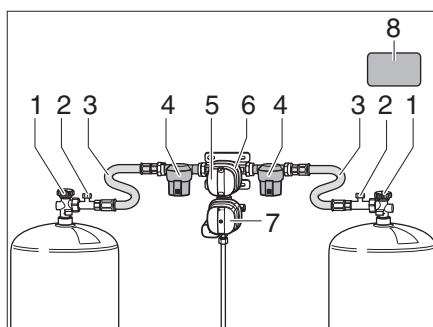
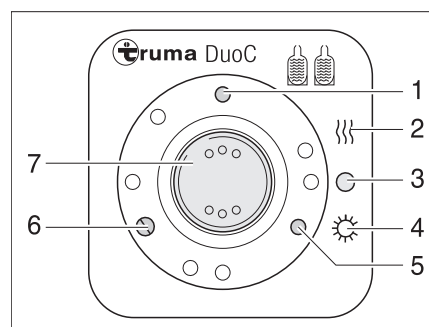
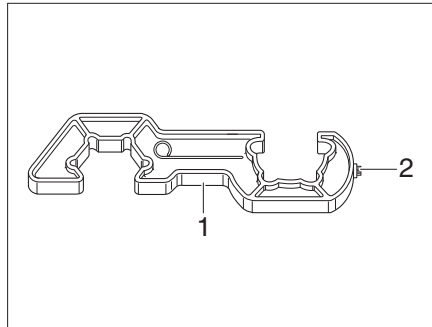
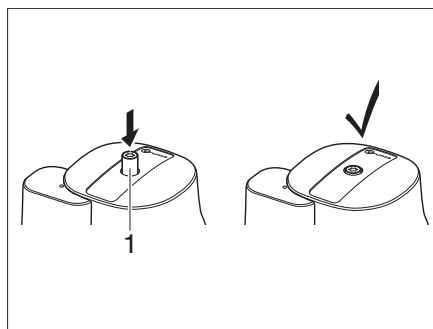

Fig. 233 Impianto di commutazione DuoControl
Fig. 234 Centralina di controllo
Fig. 236 Strumento ausiliario
Fig. 237 Sensore di crash
L'impianto di commutazione DuoControl è costituito da una valvola commutatrice (Fig. 233,6) e dalla centralina di controllo (Fig. 234). La valvola commutatrice è montata tra i tubi flessibili ad alta pressione (Fig. 233,3). Con la manopola (Fig. 233,5) sulla valvola commutatrice è possibile stabilire, quale delle bombole del gas viene utilizzata come bombola in uso e quale bombola del gas viene utilizzata come bombola di riserva.
La valvola commutatrice (Fig. 233,6) è munita dell'impianto antighiaccio EisEx. In questo modo si possono evitare guasti nell'impianto del gas in inverno.
A monte della valvola commutatrice si trova su ogni lato un filtro del gas (Fig. 233,4) che protegge l'impianto del gas dall'olio e dalle impurità.
Sulla centralina di controllo (Fig. 234) possono essere gestite solo le funzioni elettriche. Le valvole principali di arresto (Fig. 233,1) delle bombole del gas devono essere aperte manualmente.
La valvola commutatrice garantisce una pressione del gas costante, indipendentemente da quale bombola provenga l'alimentazione del gas. Le due spie di controllo della centralina di controllo segnalano il livello della bombola in uso. Se la spia di controllo verde (Fig. 234,6) è accesa, la bombola in uso è piena. Se la spia di controllo rossa (Fig. 234,5) è accesa, la bombola in uso è vuota. In questo caso il gas viene fornito dalla bombola di riserva.
- Aprire le valvole principali di arresto (Fig. 233,1) delle bombole del gas.
- Con la manopola (Fig. 233,5) sulla valvola commutatrice (Fig. 233,6) selezionare la bombola del gas da cui proviene la principale alimentazione del gas (bombola in uso).
- Portare l'interruttore a bilico (Fig. 234,7) in posizione "O" (Fig. 234,3). La spia di controllo gialla (Fig. 234,1) si spegne.
- Chiudere le valvole principali di arresto (Fig. 233,1) delle bombole del gas.
Le spie di controllo sulla centralina di controllo (Fig. 234,5 e 6) segnalano all'interno del veicolo se la bombola del gas in uso è pronta.
Se la spia di controllo verde (Fig. 234,6) si spegne durante il funzionamento e la spia di controllo rossa (Fig. 234,5) si accende, la bombola del gas selezionata come bombola in uso è vuota e deve essere sostituita. La bombola di riserva continua ad alimentare le utenze a gas.
- ▶ Per avvitare e svitare i tubi flessibili ad alta pressione, utilizzare lo strumento ausiliario (Fig. 236,1). Esso garantisce la necessaria coppia di serraggio e impedisce che l'uso di utensili errati danneggi collegamento a vite.
- Chiudere la valvola principale di arresto (Fig. 233,1) della bombola del gas vuota.
- Svitare il tubo flessibile ad alta pressione (Fig. 233,3) dalla bombola del gas per mezzo dello strumento ausiliario (Fig. 236).
- Collegare la bombola del gas piena al tubo flessibile ad alta pressione (Fig. 233,3).
- Aprire la valvola principale di arresto (Fig. 233,1) della bombola del gas.
- Posizionare con un mezzo giro la manopola (Fig. 233,5) sulla valvola commutatrice (Fig. 233,6) in modo tale che la bombola del gas appena sostituita serva da bombola di riserva.
- Premere il pulsante (Fig. 233,2) del dispositivo antirottura del tubo flessibile ad alta pressione per attivarlo.
- Eventualmente premere il pulsante di reset (Fig. 237,1) del sensore di crash.
- ▶ Osservare l'etichetta di sicurezza (Fig. 233,8) applicata nel vano portabombole.
- Con il Torx T20 (Fig. 236,2) dello strumento ausiliario premere verso l'interno il pulsante di sbloccaggio (Fig. 237,1), ruotare leggermente in senso orario e mantenere in questa posizione per 5 secondi. Il sensore di crash è pronto quando il pulsante di sbloccaggio (Fig. 237,1) in rimane nella posizione premuta.
- Dopo aver sostituito la bombola del gas, premere vigorosamente il pulsante verde (Fig. 233,2) del tubo flessibile ad alta pressione (Fig. 233,3).